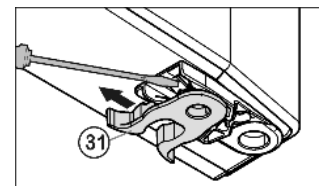

Fig. 11
- ▶ Helyezze át az Fig. 11 (31) rugós szorítót az Fig. 11 (31) rugós szorítót: Nyomja lefelé a reteszt, felette húzza el a rugós szorítót.